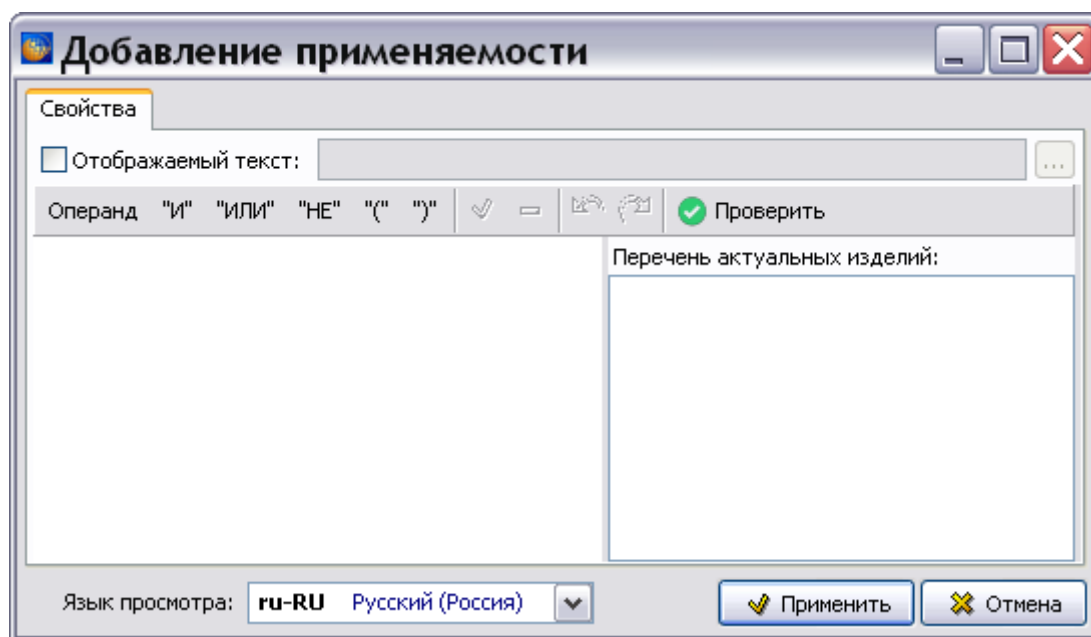

Рис. 22.39
2. Для добавления правила в группу выделите группу и нажмите на кнопку **Добавить правило** . При этом откроется диалоговое окно **Добавление применяемости** (Рис. 22.39), работа в котором аналогична работе в окне **Изменение применяемости** (см. раздел 22.3 «Указание применяемости версии модуля данных»).
4. В Рис. 22.39 нажмите на кнопку **Сохранить**. После этого появится окно с информацией об успешном экспорте. Нажмите на кнопку **ОК**.